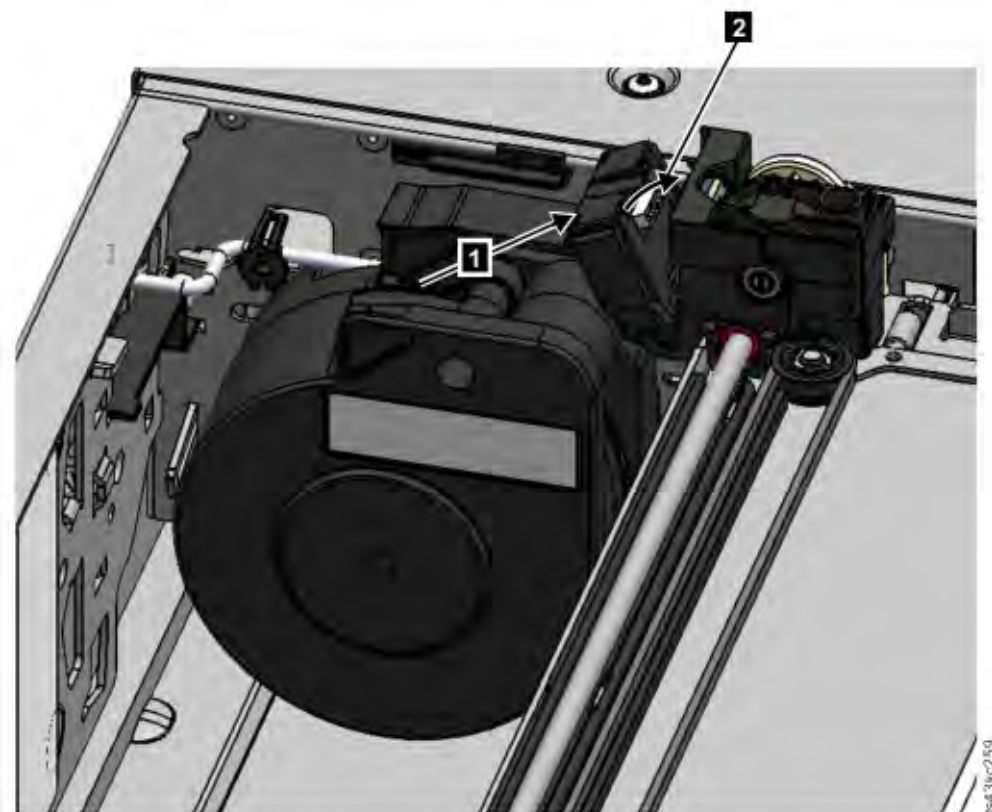

Figura 86. Instalación del cable de spooling
5. Coloque el cable de spooling en las ranuras donde se conecta al descriptor de acceso y gírelo hasta que encaje en su sitio. Consulte Figura 86 en la página 187.